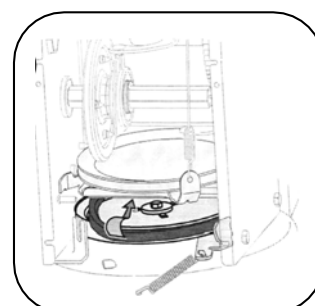

Рис.25
- 5.Снимите ремень со шкива шнека и наденьте ремень между опорным кронштейном и шкивом шнека. Установите новый ремень шнека, следуя инструкциям в обратном порядке. См. рис. 25.
1. Найдите пробку для слива масла, см. рис. 25.
3. Очистите область вокруг сливной пробки, см. рис. 25.